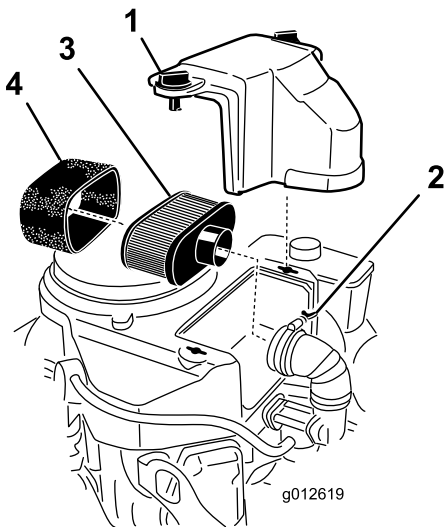

Figura 28
3. Limpie la zona alrededor del limpiador de aire para evitar que entre suciedad en el motor y cause daños (Figura 28).
4. Desenrosque los pomos de la tapa y retire la tapa del limpiador de aire (Figura 28).
5. Desenrosque la abrazadera y retire el conjunto del limpiador de aire (Figura 28).
6. Retire cuidadosamente el filtro de gomaespuma del filtro de papel (Figura 28).
Importante: No limpie el filtro de papel, cámbielo (Figura 28)
1. Deslice cuidadosamente el elemento de espuma sobre el elemento de papel del limpiador de aire (Figura 28).
2. Coloque el conjunto del limpiador de aire sobre la base del limpiador de aire y fíjelo con 2 tuercas de orejeta (Figura 28).
3. Coloque la cubierta del limpiador de aire y apriete el pomo de la cubierta (Figura 28).